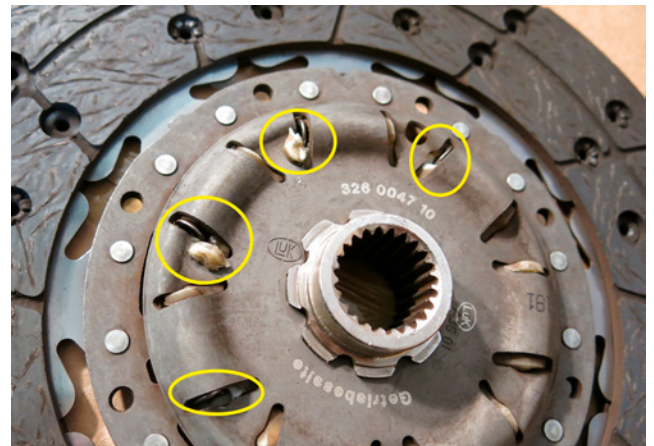

Imagen 5: Daños en las guías del amortiguador de torsión del disco de plástico
- Daños en las guías del amortiguador de torsión del disco de plástico (imagen 5)